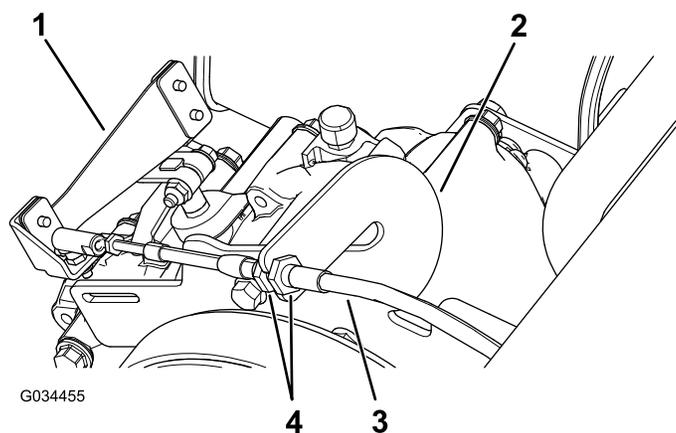

Figura 60
1. Afloje las contratueras del cable del cambio de marchas y ajústelas según sea necesario (Figura 60).
2. Compruebe la posición del cambio de marchas girando el selector de marchas a las 3 posiciones diferentes y compruebe si la palanca de cambios (Figura 60) se desplaza correctamente al cambiar de marcha; consulte Palanca de cambios e indicador del cambio de marchas (página 11).